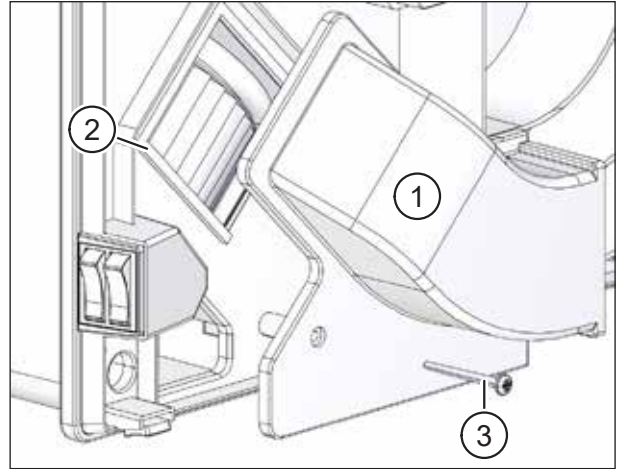

Abb. 44: Zulufthaube befestigen
- ▶ Schieben Sie die Zulufthaube (Pos. 1 in Abb. 44) in die Kulissenführung (Pos. 2 in Abb. 44). Der Rasthaken muss hörbar einrasten.
- ▶ Befestigen Sie die Zulufthaube mit der Schraube (Pos. 3 in Abb. 44).